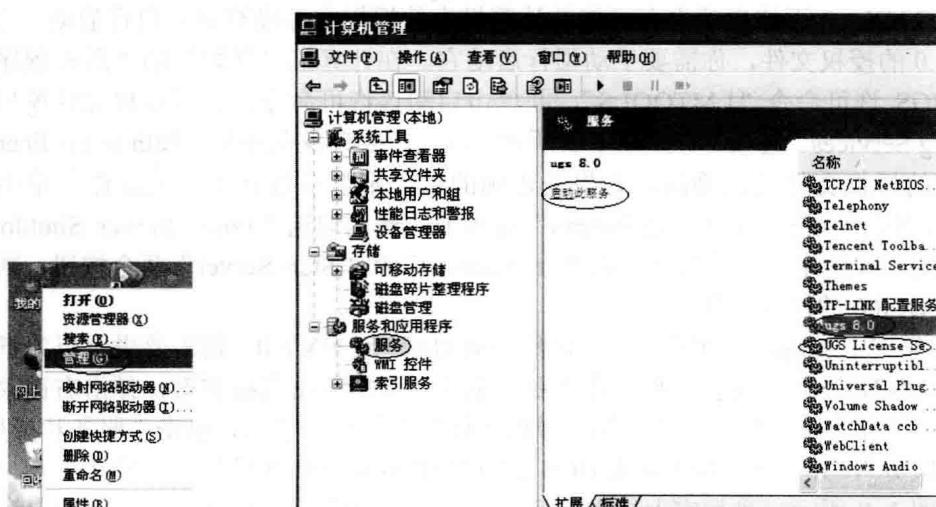
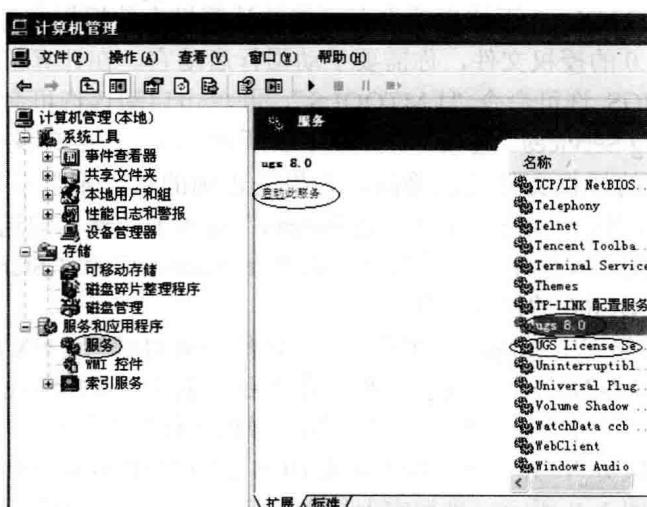

图 1-7
图 1-8
3) 如果在上述两步操作完成后，仍然不能启动 UG NX 8.0，则需要采用更为直接的方法来启动 UG NX 8.0 的授权文件。在“我的电脑”图标单击鼠标右键，弹出右键菜单，选择“管理”项并单击，如图 1-7 所示。弹出“计算机管理”窗口，单击“服务和应用程序”项下的“服务”，并选择 UGS8.0 或 UGS LICENSE SERVER 项目进行“停止”和“重启”操作，如图 1-8 所示。进行完上述操作后，请不要关机而直接启动 UG8.0。如果还是不行